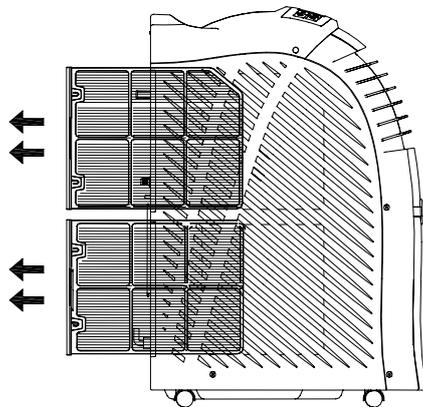

Fig 15
- 1) Saque el filtro de aire como en la Fig 15.